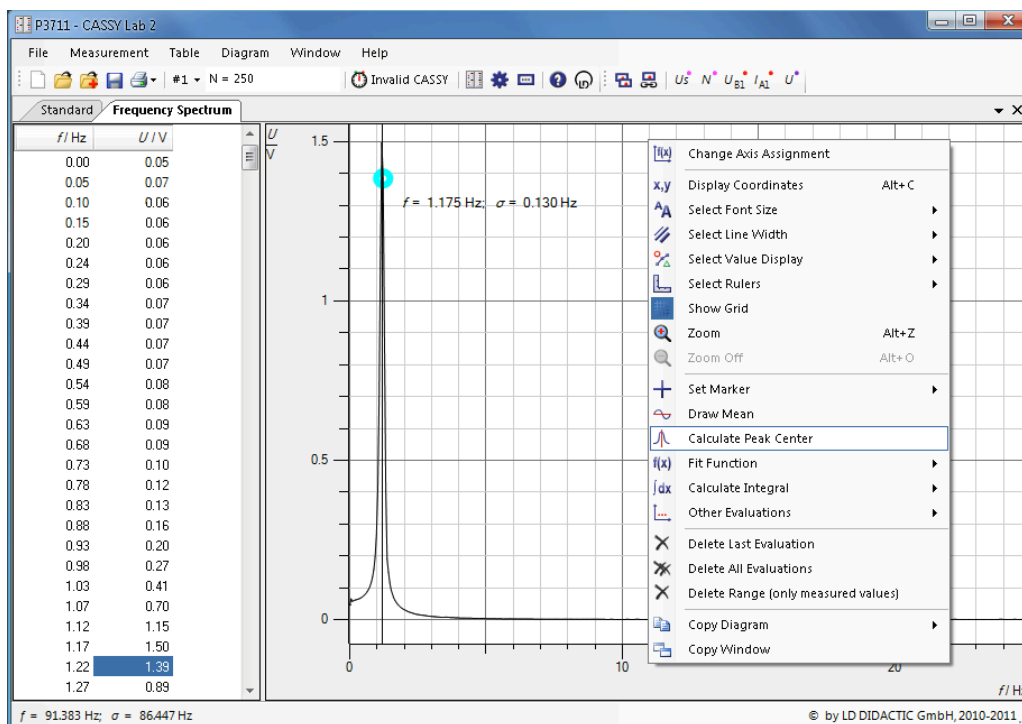

Рис.3. Определение частоты колебаний с помощью метода быстрого преобразования Фурье.
- С помощью правой кнопки мыши или аналогичного устройства нажатием на спектре вызовите контекстное меню обработки результатов и выберите в нем пункт «Fit Function» / «Envelope e -x» (рис. 3).